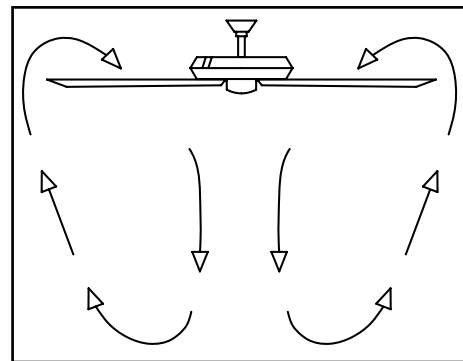

Figure 16
**Par temps chaud** - (marche avant) Un débit d'air descendant crée un courant d'air rafraîchissant, comme illustré à la Figure 16. Ce qui permet d'utiliser un réglage de climatisation plus élevé sans nuire au confort.